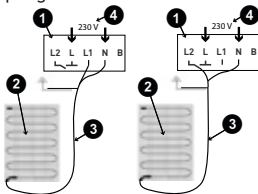

Abb. 4: Handtuchhalter
- (1) Den Anschluss gemäß der Anweisung auf der Thermostatrückseite vornehmen (siehe Abb. 4 & 5). Der Schutzleiter für die Einspeisung sowie für das Heizkabel wird mit einer Anschlussklemme in der Dose verbunden.
- (2) Den Sockel in die Schalterdose einsetzen und mit 2-4 Dosschrauben befestigen.
- (3) Das Touchpanel am Sockeln anstecken (Steckverbindung). Das Touchpanel dann auf den Sockel drücken bis ein „Klicken“ zu hören ist